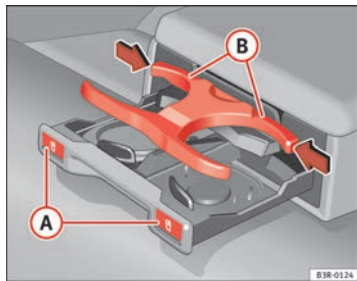

Abb. 123 Getränkehalter in der Armlehne hinten
- Drücken Sie auf das Symbol (A) ⇒ Abb. 123.